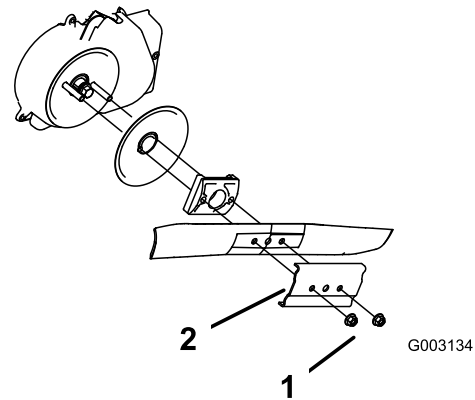

Figura 36
3. Retire las 2 tuercas de la cuchilla y el refuerzo (Figura 36).
1. Tuercas de la cuchilla (2)
4. Retire la cuchilla (Figura 36).
5. Instale la cuchilla nueva (Figura 36).